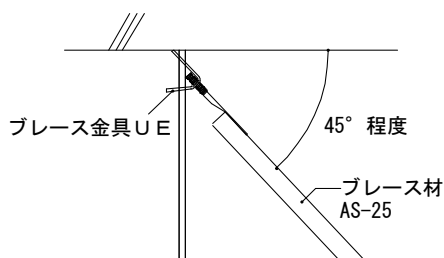

図2-20 ブレースの角度によるブレース金具の使い分け
- ① ブレースの下部を設置するパイプハンガーIIをTバーに4φのビスで留めます。
- ② 吊りボルト上部からパイプハンガーIIまでの寸法を実測し、ブレースの長さを決めます。
- ③ ブレース材(AS-25)の側面にブレース金具を4φのビス(3本)で固定します。(図2-20参照)